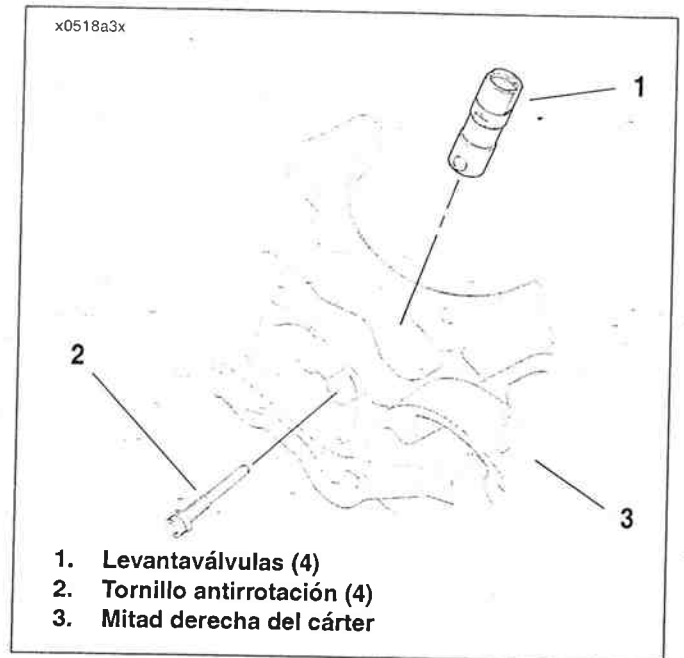

Figura 3-123. Instalación de levantaválvulas
1. Vea la Figura 3-123. Haga girar el motor de modo que ambos levantaválvulas (1), del cilindro que recibe la reparación, se instalen en el círculo de la base (posición más baja) de la leva.
3. Inserte el levantaválvulas en el diámetro interior en el cárter. Gire el levantaválvulas de modo que los planos en su extremo superior vean hacia el frente y hacia atrás del motor. Si el levantaválvulas se instala en forma incorrecta, no se podrá insertar los tornillos antirrotación (2).